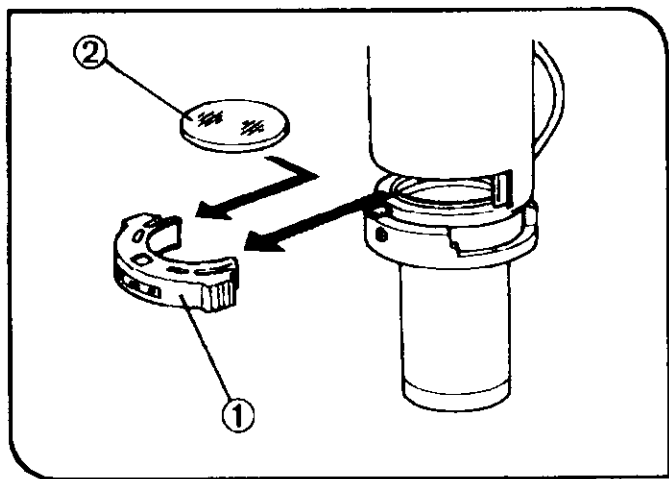
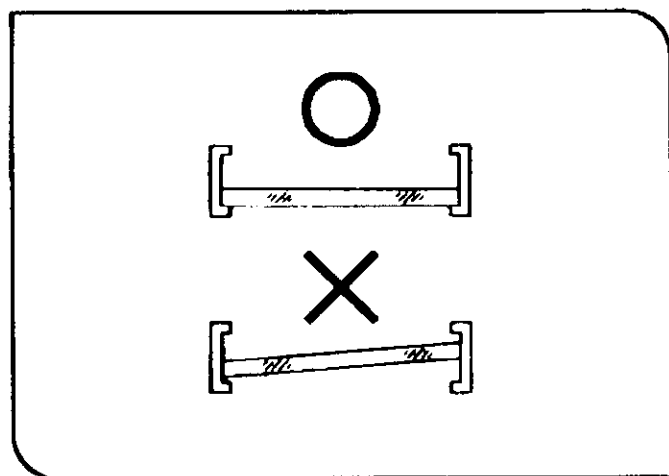

图 38
图 39
### (3) 安装滤色片 (图 38 和 39)
- ① 更换滤色片前，请等待滤色片完全冷却。拿出滤色片架(1)，插入所需滤色片(2)。
- ★ 如图 39 所示，将滤色片一直插到底，不要倾斜。如果滤色片倾斜或没有插到底，滤色片就可能从滤色片架上掉下来。
- ② 滤色片架上可以叠放多个滤色片，但滤色片总厚度不得超过 11 毫米。
### (4) 使用滤色片 (图 38)
- ① 根据用途，使用合适的滤光片，可以更有效地对样品进行观察和照相。特别地，建议在观察和照相中使用 45LBD 滤色片，因为这种滤色片可以补偿更多的中性颜色。
- ② 滤色片架中 1 可以叠放多个 45 毫米直径的滤色片。